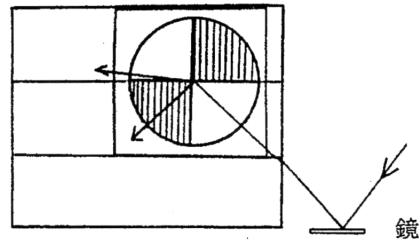

図5 全反射・臨界角の実験
1. 図5のように, 付属の鏡を利用して水そうの側面より光を入れます。
3. 図5のような状態では臨界角に近く, 反射光が強くて屈折光は薄く水面に近いところに見られます。